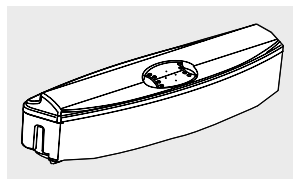

Figura 30
- Cierre la tapa que cubre la abertura que se utiliza para el abastecimiento del tanque después de llenar. (Figura 30).